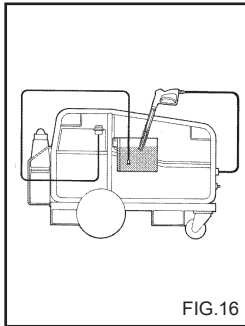

FIG.16
**OPERAZIONI PER L'USO DI ANTIGELO (fig. 16)**